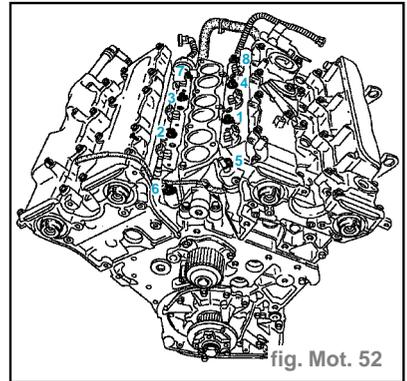

fig. Mot. 52
- Approcher les vis de l'ensemble répartiteur d'air - rampe d'injection, effectuer un presserrage à **1 daN.m** (dans l'ordre préconisé), puis serrer au couple de **2,5 daN.m** (dans l'ordre préconisé). (fig. Mot. 52)